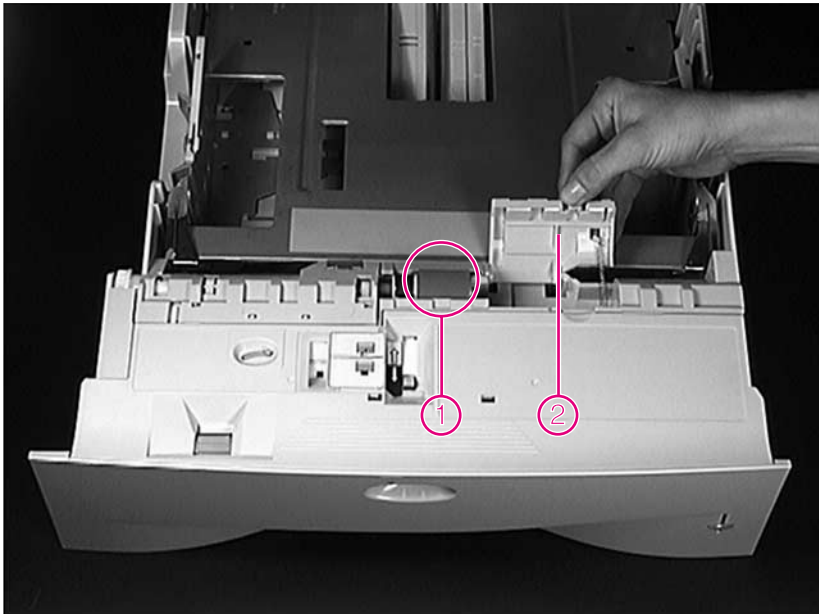

Abbildung 15 Entfernen der Trennwalze
- 1 Öffnen Sie mit einer Hand die hintere Abdeckung (Abbildung 15, Nummer 2).